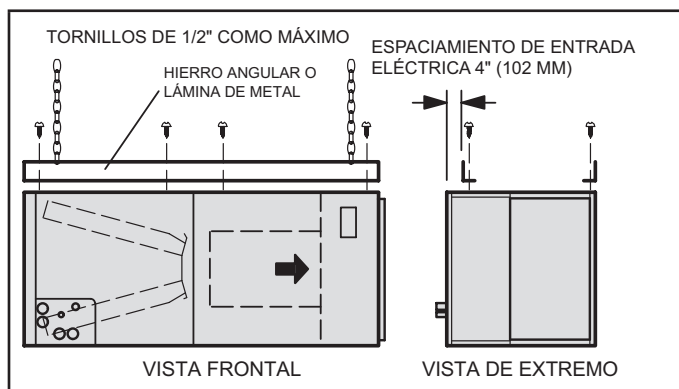

Figura 5. Cómo colgar la unidad horizontal
- 4 - Si la unidad está colgando, el gabinete debe estar apoyado a todo lo largo. Si usa una cadena o correa, use una pieza de hierro angular o lámina de metal adjunta a la unidad (ya sea arriba o abajo) para apoyar el largo del gabinete. Use tornillos de sujeción de no más de 1/2 pulg. para evitar dañar el serpentín o el filtro, como se ilustra en la Figura 5. Use tornillos para lámina de metal para conectar los plenos de aire de retorno y suministro según sea requerido.
- 14 - Si va a colgar la unidad, debe estar apoyada a todo lo largo del gabinete. Si usa una cadena o correa, use una pieza de hierro angular o lámina de metal adjunta a la unidad (ya sea arriba o abajo) para que el largo completo del gabinete esté apoyado. Use tornillos de sujeción de no más de 1/2 pulg. para evitar dañar el serpentín o el filtro, como se ilustra en la Figura 5. Conecte los plenos de aire de retorno y suministro con tornillos para láminas de metal.